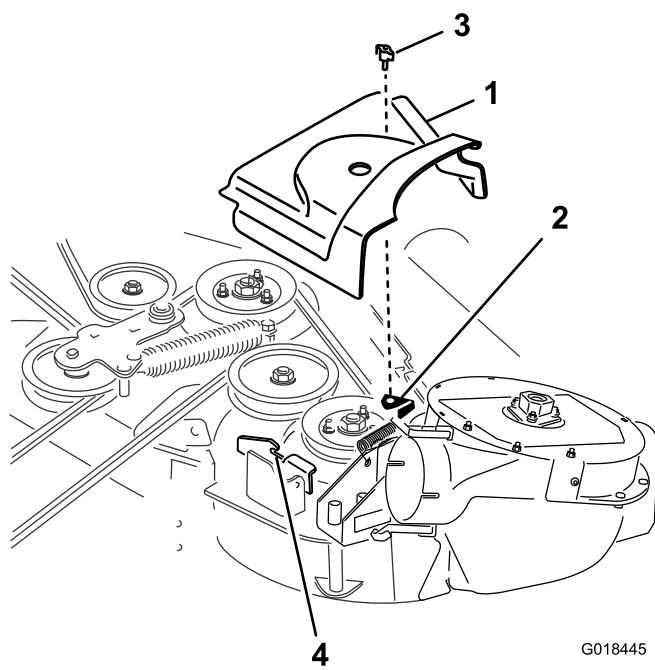

図 26
- 新しいベルトカバーを取り付けるカバーについている左右のノッチがベルトカバーサポートを越えるように取り付け、ラッチをかける図 26。
- 新しいベルトカバーをデッキに固定するプロアドライブキットに入っているカバーのノブをカバーに通してベルトカバーサポートにねじ込む 図 26。